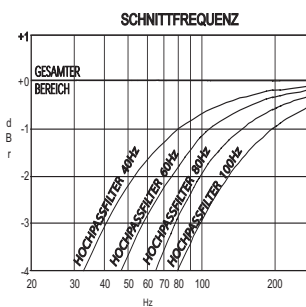

ABBILDUNG 8
9. BIAMP (Crossover Frequency Selection): Bei Verwendung kleinerer Regallautsprecher in Verbindung mit einem aktiven Subwoofer (siehe Abschnitt **PRE OUT 2** unter "Verbindungen und Bedienelemente an der Rückseite") ermöglicht der M3 die Anpassung der Lautsprecherschnittfrequenz an die Basswiedergabe der Lautsprecher. Drücken Sie die Taste **BIAMP**, um durch die Filtersequenz zu schalten. Wenn Sie diese Taste länger als eine Sekunde drücken, wird die Schnittfrequenz in dieser Reihenfolge gewählt: **BI-AMP CROSSOVER FULL RANGE** (voller Frequenzbereich für den Betrieb von zwei Verstärkern), **HIGH PASS 40 Hz** (Hochpass, 40 Hz), **HIGH PASS 60 Hz** (Hochpass, 60 Hz), **HIGH PASS 80 Hz** (Hochpass, 80 Hz), **HIGH PASS 100 Hz** (Hochpass, 100 Hz) und dann wieder **BI-AMP CROSSOVER FULL RANGE** (voller Frequenzbereich). Lassen Sie die Taste **BIAMP** los, um die Sequenz zu beenden. Abbildung 8 zeigt Beispiele des Frequenzgangs bei der Schnittfrequenz. Das Anschließen eines Subwoofers ist im Abschnitt "Verbindungen und Bedienelemente an der Rückseite", **PRE OUT 2**, beschrieben.